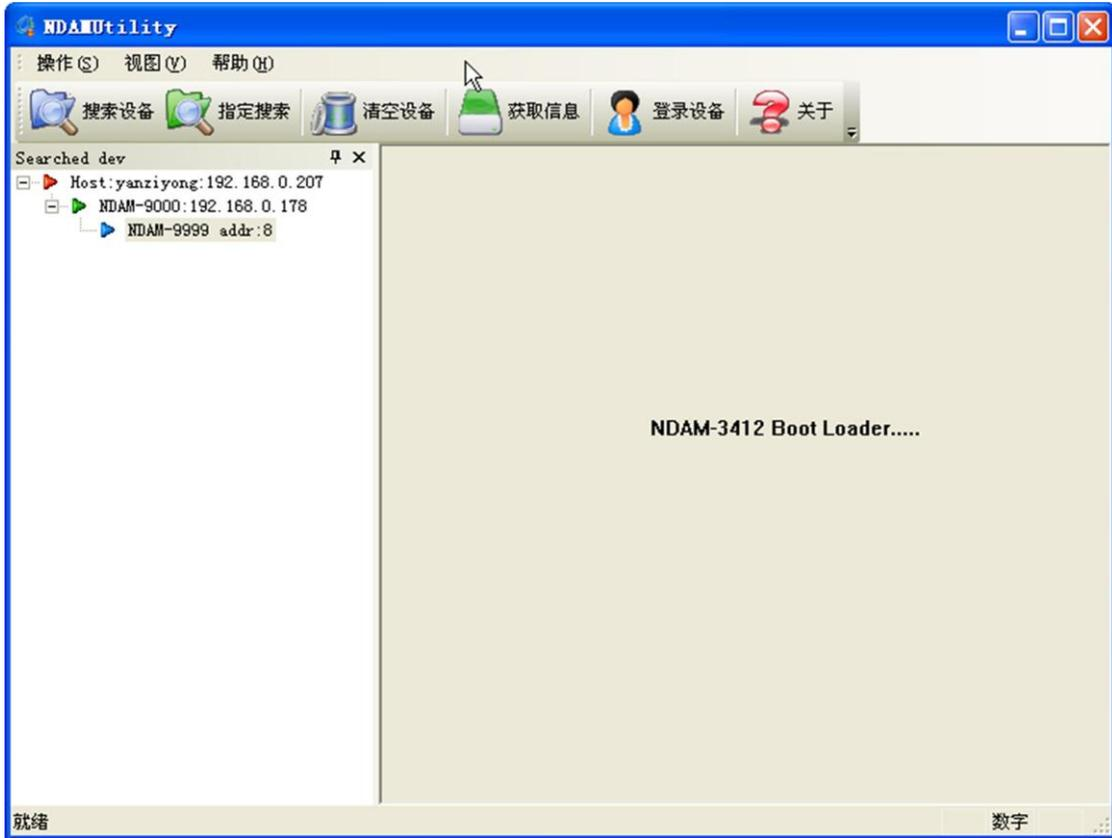

图 4.14 选中设备
- 2) 搜索并登陆设备，选中“NDAM-9999 addr:8”，如图 4.14 所示；